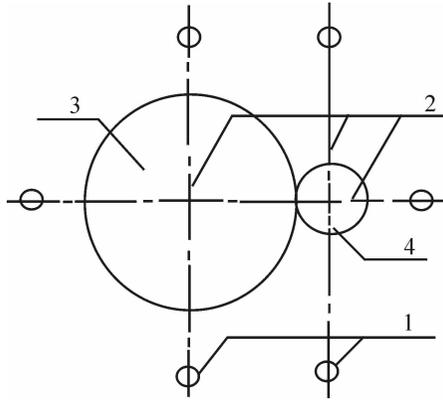

图 4-8 中心桩示意图
**1. 放线** 按设计的池型内尺寸加上池墙厚度，在沼气池址上撒灰放线，并埋设中心桩和中心线，两条线十字交叉点即为池中心（图 4-8）。